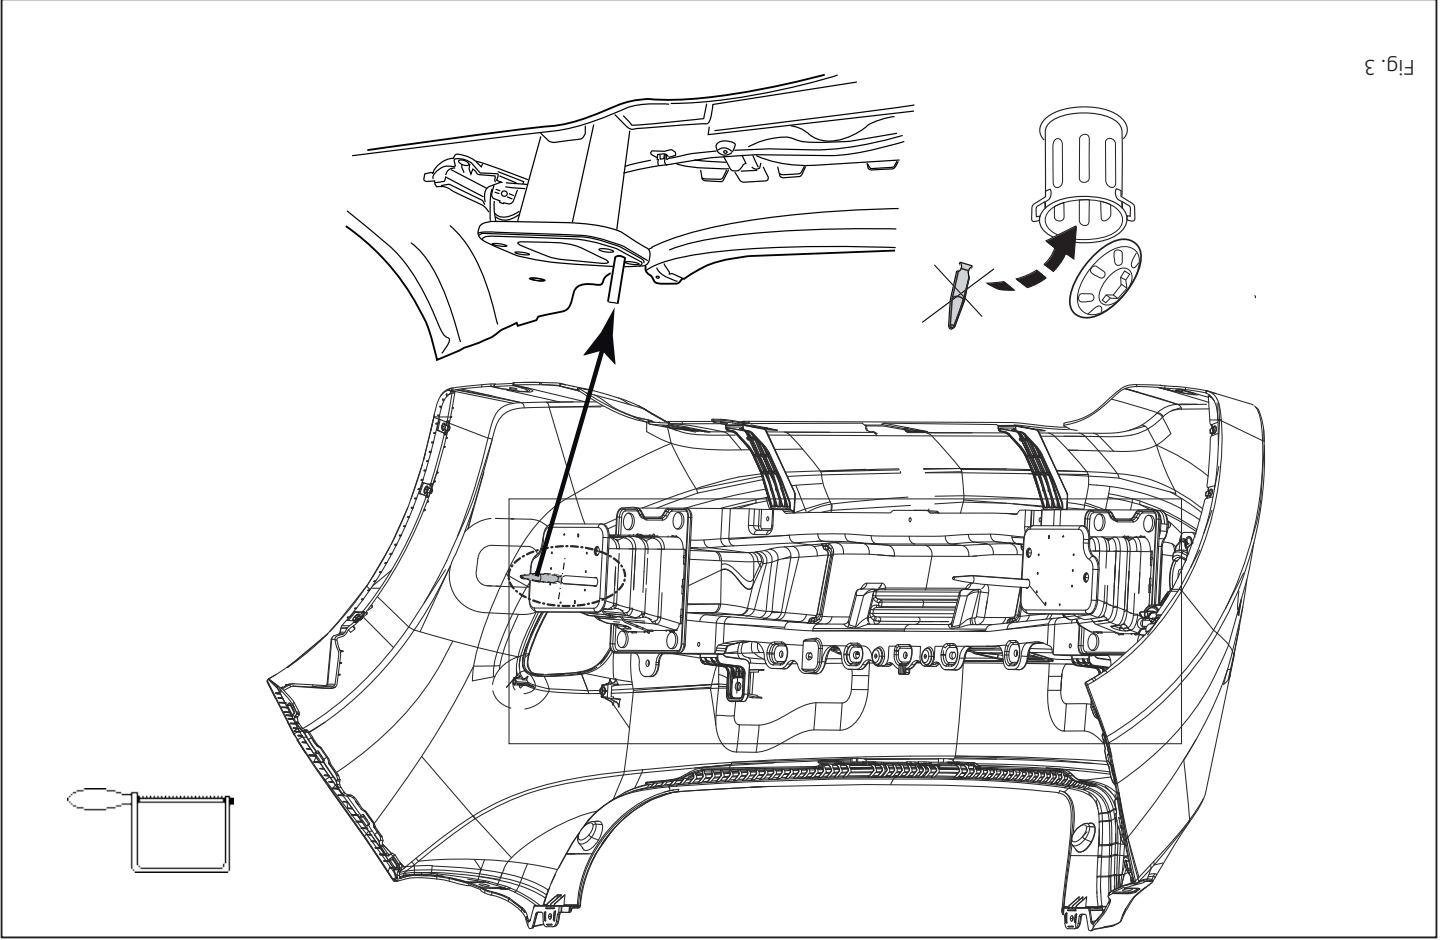

Fig. 3
3. Saw out the portion as indicated in fig. 3.
3. Gemäß Abb. 3 die angegebenen Teile heraussägen.
3. Scier les parties indiquées conformément à la figure 3.
3. Säg ut delarna enligt fig. 3.